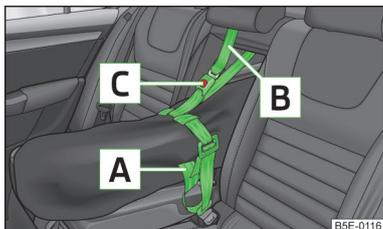

Abb. 77
- Das Zugband **A** am freien Ende um die Skier vor den Bindungen festziehen » Abb. 77.
- Nach dem Beladen mit Skiern muss der Durchladesack mit dem Sicherungsband **B** » Abb. 77 gesichert werden.